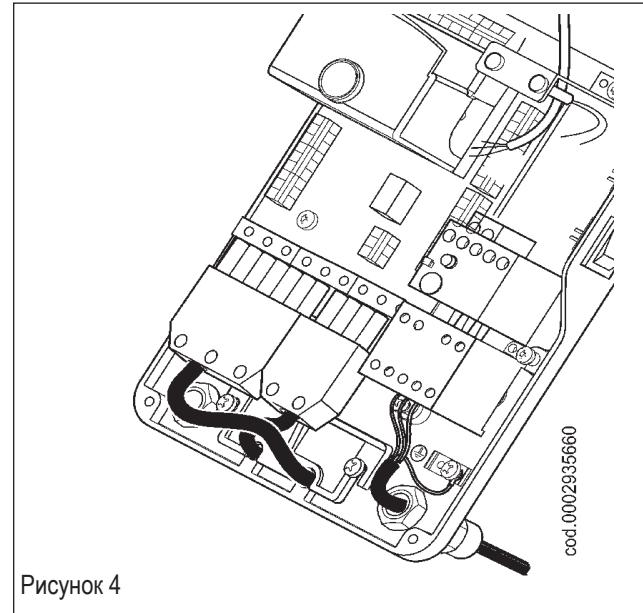

Рисунок 4
- Установите зажимную пластинку, как показано на рисунке 3. Поверните кулачок (6) так, чтобы пластина должна образом надавила на два провода. После этого затяните крепежные винты пластинки. Наконец, соединить 7-штырьковый и 4-штырьковый разъемы (смотрите рисунок 4).
- Для закрытия крышки электрического щита заверните 4 винта (1) соответствующим моментом затяжки для гарантирования правильности уплотнения.